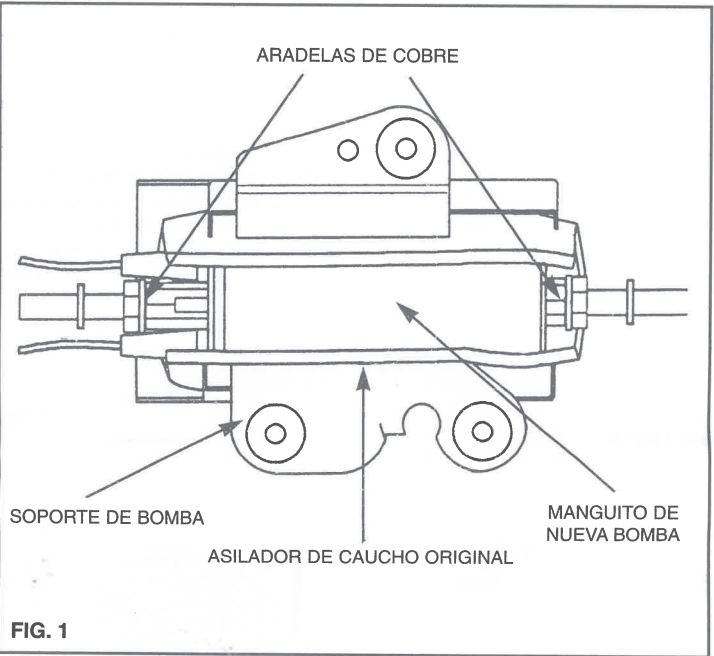

FIG. 1
A) Instale el nuevo manguito de caucho en la nueva bomba de combustible. (Fig. 1).
B) Instale las conexiones de combustible en la nueva bomba con arandelas de cobre entre la bomba y las conexiones. (Fig. 1) Apriete a un torque de 200 libras pulgada.
D) Instale el nuevo terminal de anillo positivo (+) en el borne de terminal roscado 6-32 positivo (+) de la bomba de combustible. Instale la arandela de cierre en el pasador. Enrosque la tuerca 6-32 en el pasador y apriétela a diez (10) libras por pulgada.
E) Instale el nuevo terminal de anillo negativo (-) en el borne de terminal roscado 6-32 negativo (-) de la bomba de combustible. Instale la arandela de cierre en el pasador. Enrosque la tuerca 6-32 en el pasador y apriétela a diez (10) libras por pulgada.
F) Envuelva la bomba de combustible con el manguito aislador original de la misma (el que guardó durante el procedimiento de remoción) e instale este conjunto en el soporte de retención metálico de la bomba de combustible. Asegúrese de que la entrada y salida de la bomba estén orientadas correctamente en relación al soporte (Vea Fig. 1).